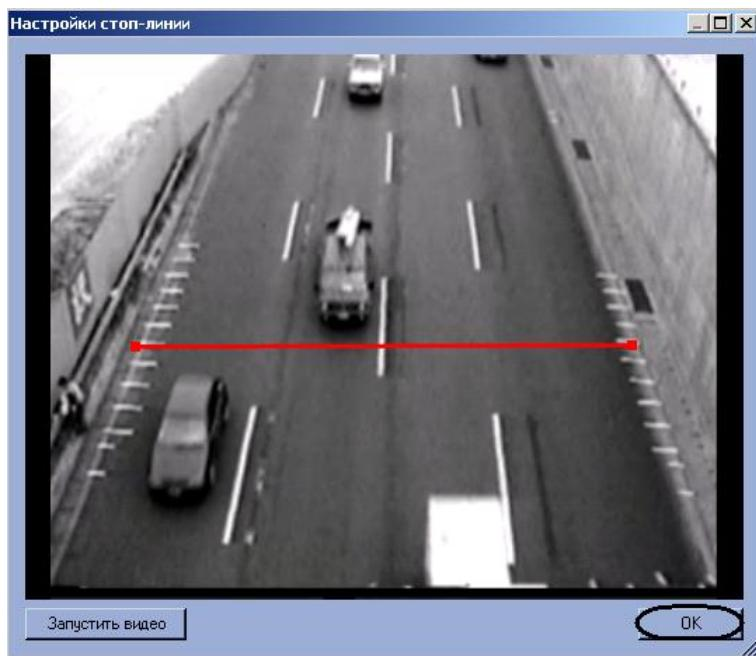

Рис. 7.2—32 Задание стоп-линии
4.3 Задать стоп-линию. Для этого требуется навести курсор мыши на один из краев дороги, нажать левую клавишу мыши и, не отпуская левой клавиши мыши, сместить курсор на другой край дороги в кадре видеоизображения (см. Рис. 7.2—32).